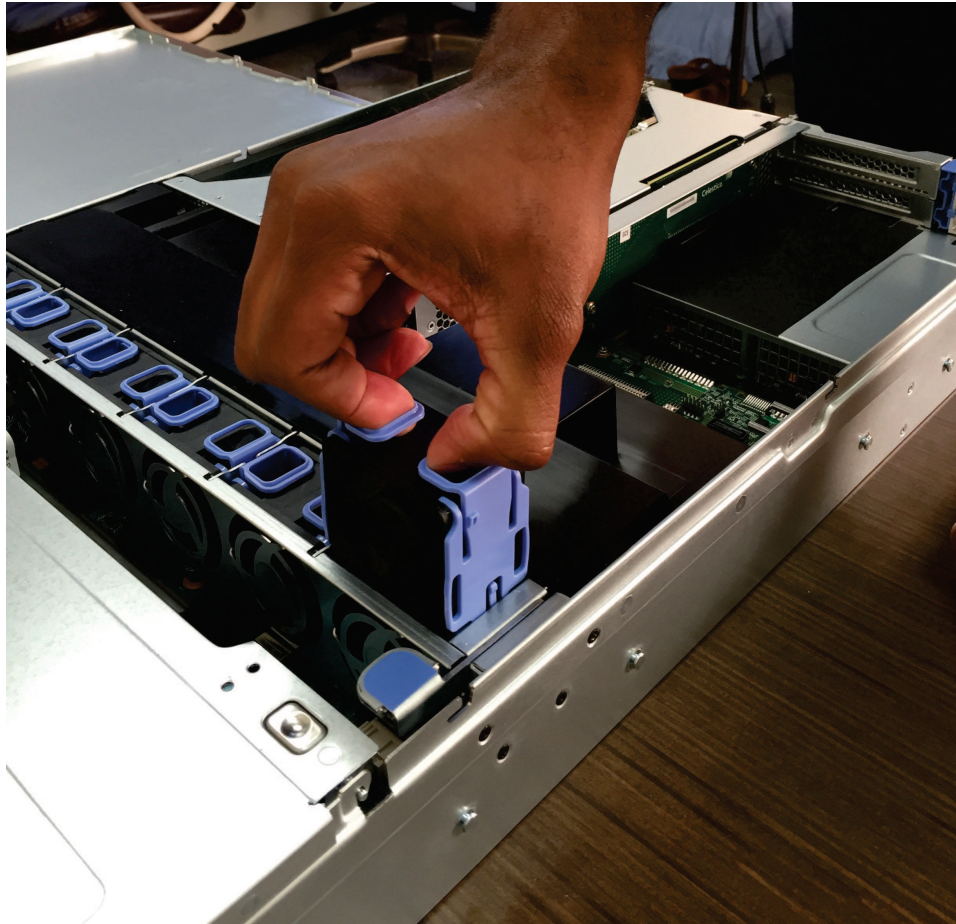

図 175. 2145-SV1 ファンの取り外し
7. 220 ページの図 175 に示すように、ファンの側面にあるフィンガー・グリップをつかみます。